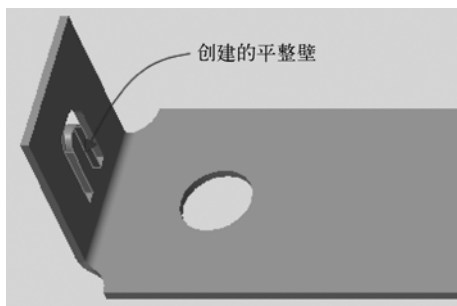

图 5-73 完成创建一个平整壁
(6) 在“平整”选项卡中单击 (完成) 按钮，完成创建的平整壁如图 5-73 所示。